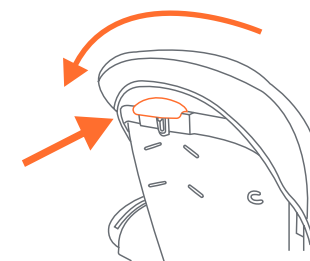

Fig. 12
12) • Presione la palanca de reclinación en la parte posterior del asiento y ajuste en la posición que desee, ya sea reclinable o erguida (Fig. 12).